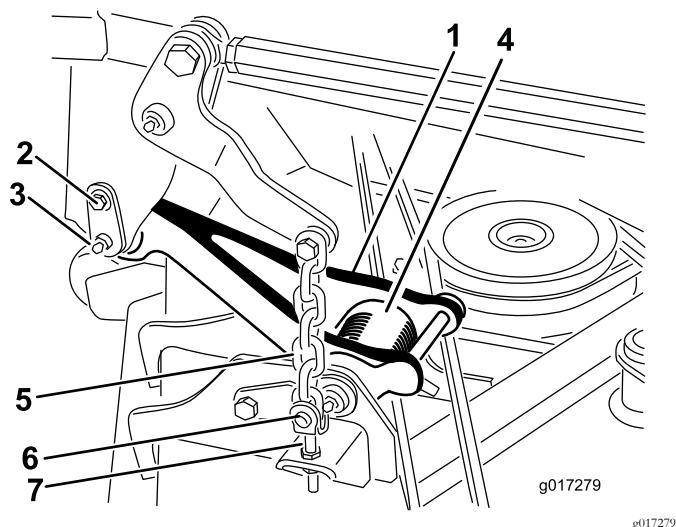

图2
注意 当剪草机处于升起位置时拉杆扭转弹簧张紧力图2会减小使拉杆更易于从机器上断开。
2. 从机器两侧断开拉杆图2。
- A. 卸下将固定销固定到承载架的轴肩螺丝 图2。
- B. 小心将固定销从承载架滑动到拉杆 图2。
6. 卸下将提升链固定至剪草机调节挂钩的4个环形销和柱销 图2。
- 用4个柱销和环形销将剪草机提升链固定至剪草机调节挂钩 图2。
- 将拉杆与承载架对齐并用固定销连接拉杆 图2。用轴肩螺丝将固定销固定到机架 图2。